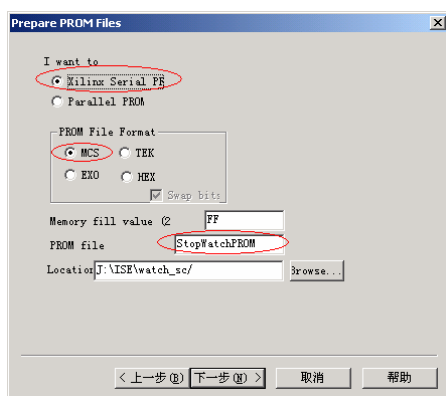

图9-90 配置 PROM 文件参数
- (3) 单击 **下一步(N) >** 按钮，按图 9-90 所示配置 PROM 文件参数。